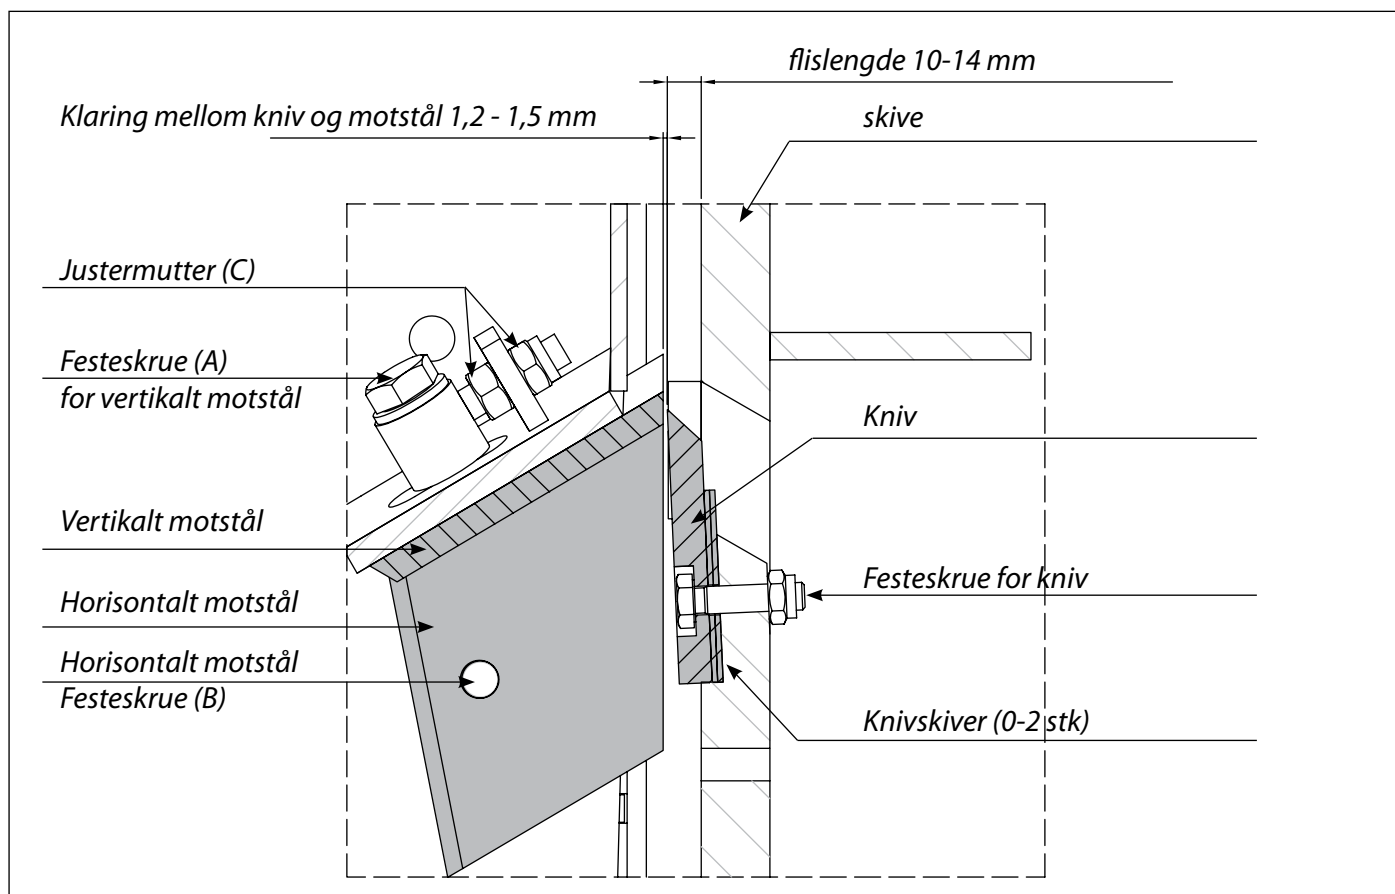

Fig. 27 Tversnitt av kniver, skive og motstål
1. Løsne motstålets låseskruer (A) og (B) (M16) Se fig 27.
2. Vri skiven slik at fremre knivsegg står nøyaktig rett overfor det vertikale motstålet. Stikk inn bladføleren mellom knivene. Juster klaringen til det vertikale motstålet med justermutteren M12 (C) til 1,2 - 1,5 mm (0,05 - 0,06").
3. Trekk til låsemutterne (C) og motstålets låseskruer (A).
5. Trekk til låseskruen (B).